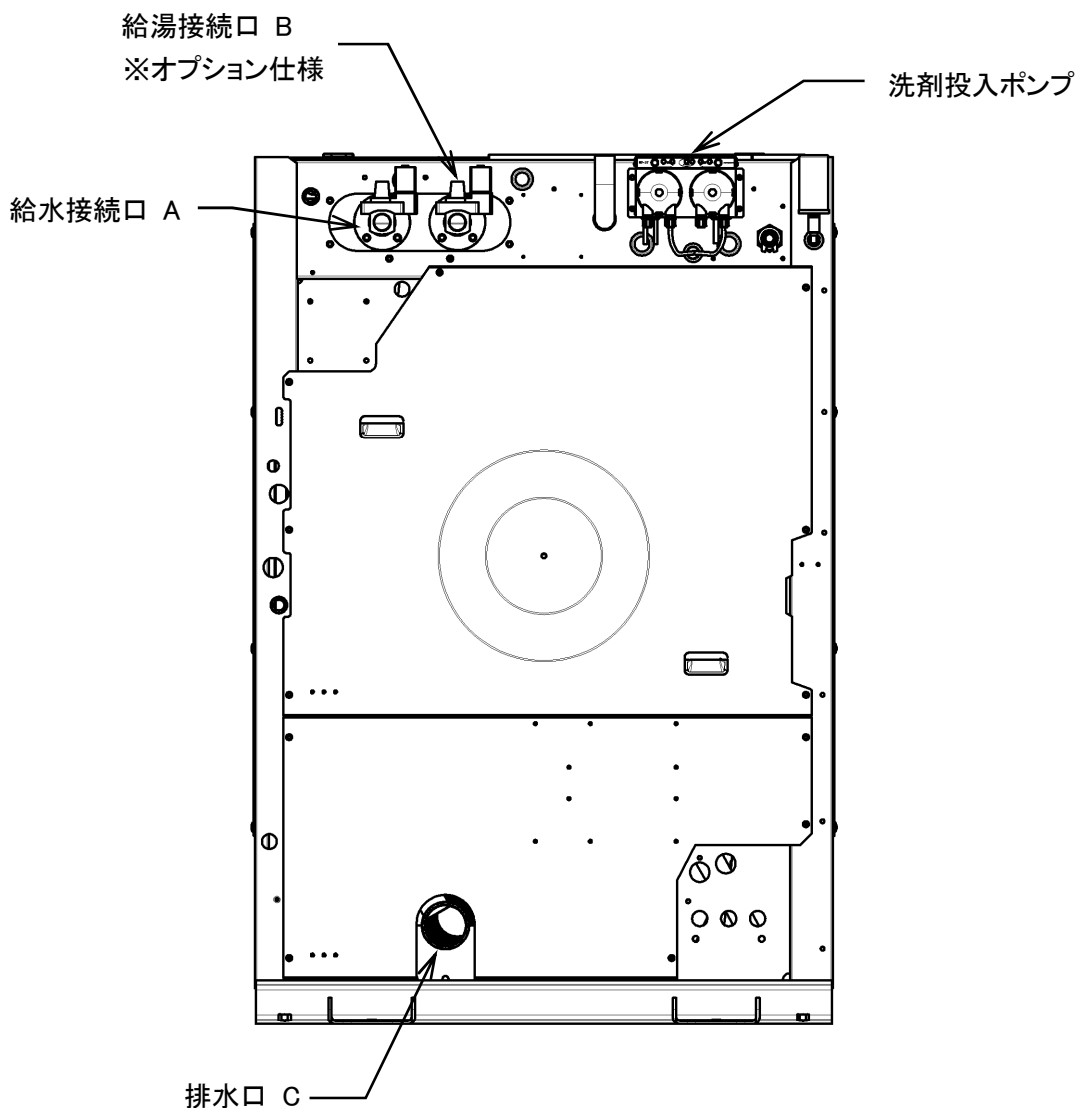

図5-1
- ・ 給水接続口 A に配管を接続します。(図5-1)
- ・ 給水接続口 B に配管を接続します。(図5-1)
- ・ 排水口 C に配管を接続します。(図 5-1)
- ・ 本機械は洗剤・助剤投入ポンプを標準装備しています。(図5-1)